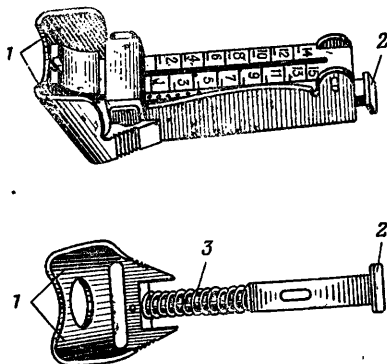

Рис. 11. Магази́нная за́щелка:
11. Магази́нная за́щелка (рис. 11) удерживает магази́н. Спереди она имеет зацеп для захвата за выступ приемника магази́на и сзади — выступы с на-